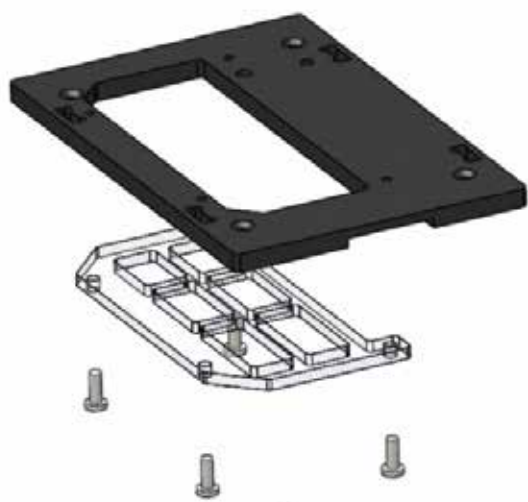

Рисунок 101. Сборка верхнего основания
5) Собрать верхнее основание (обозначено: тестер ↑) с прозрачной панелью с отверстиями с помощью винтов с цилиндрической головкой M3x8 (рисунок 101):